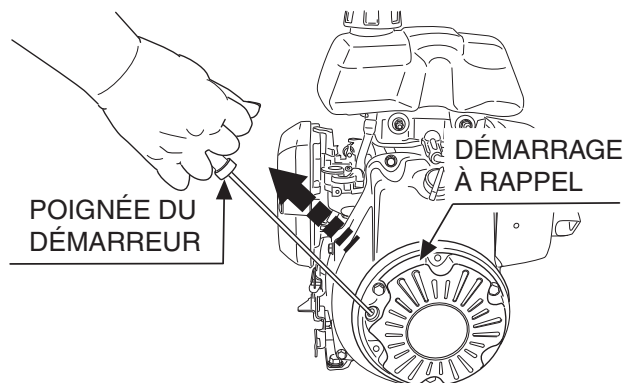

Figure 14. Poignée de démarrage
5. Agripper la poignée du démarreur (Figure 14) et la tirer lentement pour la faire sortir. La résistance devient plus dure à une certaine position, correspondant au point de compression. A partir de ce point, rembobiner la corde un peu et tirer fortement.